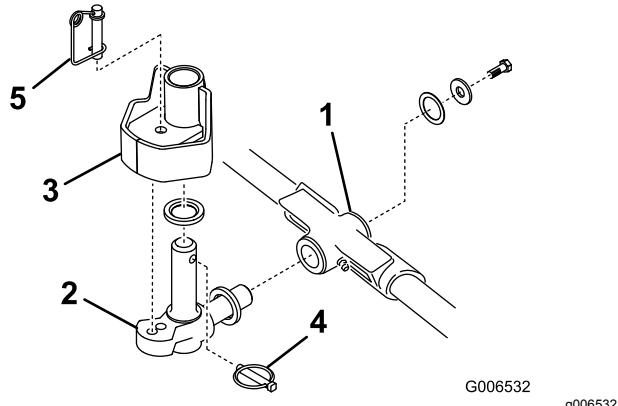

Bild 12
1. Setzen Sie eine Druckscheibe auf die horizontale Welle des Kreuzgelenks, wie in Bild 12 abgebildet.
2. Setzen Sie die horizontale Welle des Kreuzgelenks in das Befestigungsrohr des Trägerrahmens (Bild 12).
3. Befestigen Sie das Kreuzgelenk mit einer Druckscheibe, einer Flachscheibe und einer Bundkopschraube am Trägerrahmen (Bild 12).
4. Setzen Sie eine Druckscheibe auf die vertikale Welle des Kreuzgelenks (Bild 12).
5. Falls abgenommen, setzen Sie die vertikale Welle des Kreuzgelenks auf die Hubarmdrehnabe (Bild 12).
7. Setzen Sie den Klappstecker in das Kreuzloch an der Kreuzgelenkwellen (Bild 12).
Hinweis: Wenn Sie eine fixierte Mähwerkstellung wünschen, setzen Sie den Lenksperrstift auf das Befestigungslöch des Kreuzgelenks (Bild 12).
13. Haken Sie den Federdraht unten um den Lenksperrstift (Bild 12).